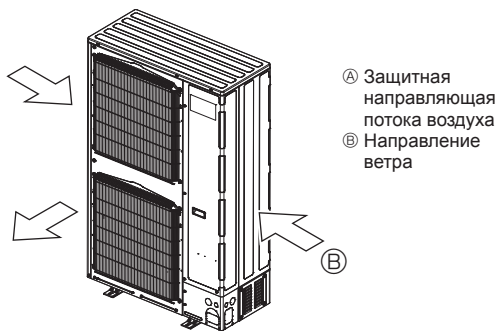

Fig. 2-18
- ③ По возможности разместите прибор так, чтобы воздух из выходного отверстия выдувался в направлении, перпендикулярном к сезонному направлению ветра. (Fig. 2-18)